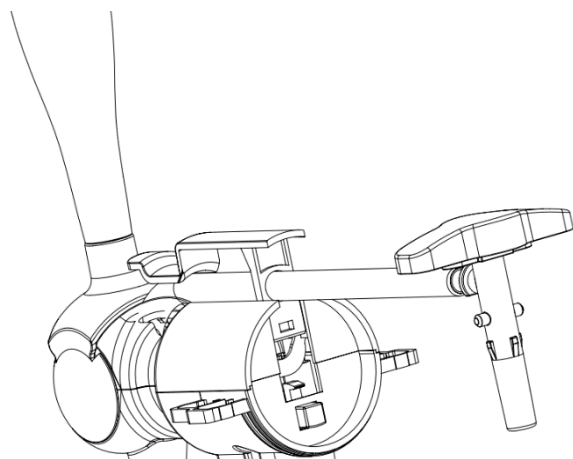

Figure 17
1. Appuyez et maintenez enfoncé le bouton à l'arrière du robinet, et l'ensemble du tuyau de bière et le couvercle supérieur amovible du robinet s'ouvriront automatiquement ensemble (comme illustré sur la figure 17).